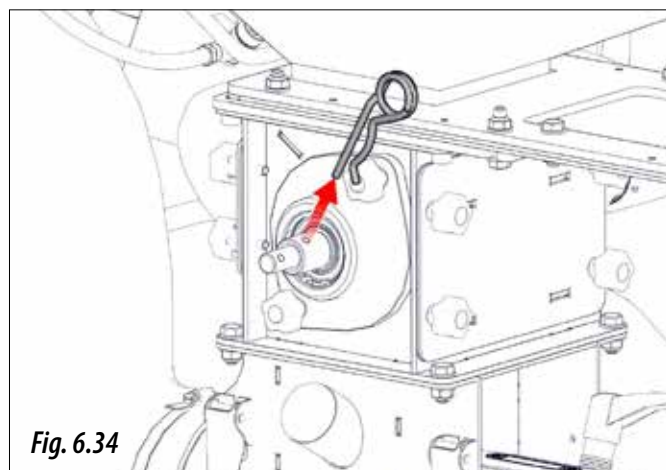

Fig. 6.34
- 1- Sacar el pasador "R" (Fig. 6.34).